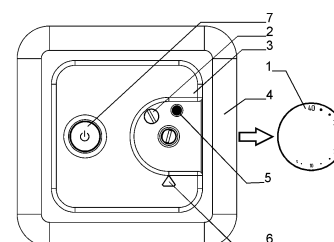

Рис. 1
ЭЛЕМЕНТЫ ТЕРМОСТАТА (рис. 1)
- убедитесь, что кнопка питания **7** (рис. 1) в отключенном состоянии;
- осторожно снимите регулировочную ручку **1** (рис. 1), аккуратно поддев её сбоку плоской отвёрткой;
- открутите винт **2**, снимите крышку **3** и рамку **4** (рис. 1);
- установите рамку **4**, наденьте крышку **3**, закрутите винт **2** и установите на место регулировочную ручку **1** (рис. 1).
При включении термостата кнопкой **7**, светодиодный индикатор **6** (рис. 1) однократно отображает режим работы (табл. 1), затем индицирует состояние нагрузки и возможные неисправности. Включение нагрузки отображается непрерывным свечением светодиодного индикатора красным цветом. При отключении нагрузки светодиодный индикатор непрерывно светится зелёным цветом. Индикация неисправностей производится циклическим миганием светодиодного индикатора красным свечением (табл. 2). Исправность внешнего датчика температуры можно проверить по табл. 4, предварительно отключив его от термостата.
В начале работы термостат устанавливается на максимальную температуру вращением регулировочной ручки **1** (рис. 1) по часовой стрелке, пока не будет достигнута требуемая температура помещения. После этого вращением регулировочной ручки **1** в обратную сторону необходимо добиться отключения нагрева, при этом светодиодный индикатор **6** должен светиться зелёным цветом. Через 24 - 48 часов, если возникнет необходимость, произвести точную регулировку термостата.
Управление работой термостата выполняется кнопкой настройки **5**, которая находится под регулировочной ручкой **1** (рис. 1). Кнопка настройки позволяет выбирать режим работы термостата и регулировать яркость свечения светодиодного индикатора. Короткие нажатия (менее 0,6 сек) выполняют ступенчатую регулировку яркости светодиодного индикатора вплоть до выключения (табл. 3). Длительное удержание нажатой кнопки настройки (около 3 сек) переключает режимы работы термостата (табл. 1), при этом яркость индикации режима работы будет максимальной, независимо от заданной яркости светодиодного индикатора. Установленные параметры сохраняются в энергонезависимой памяти.